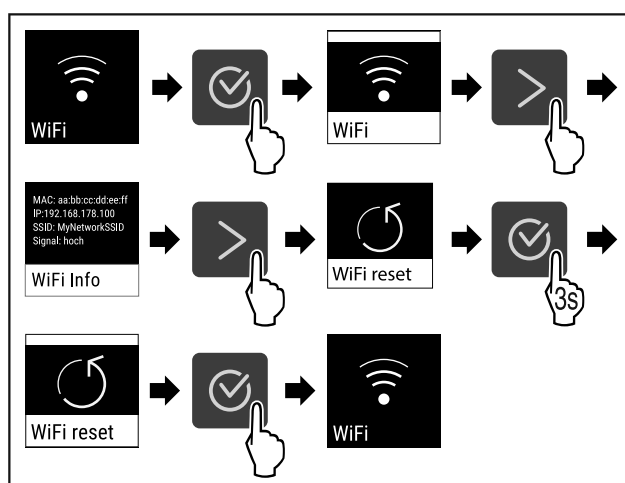

Fig. 88
- ▶ Atlikite veiksmus (žr. Fig. 88).